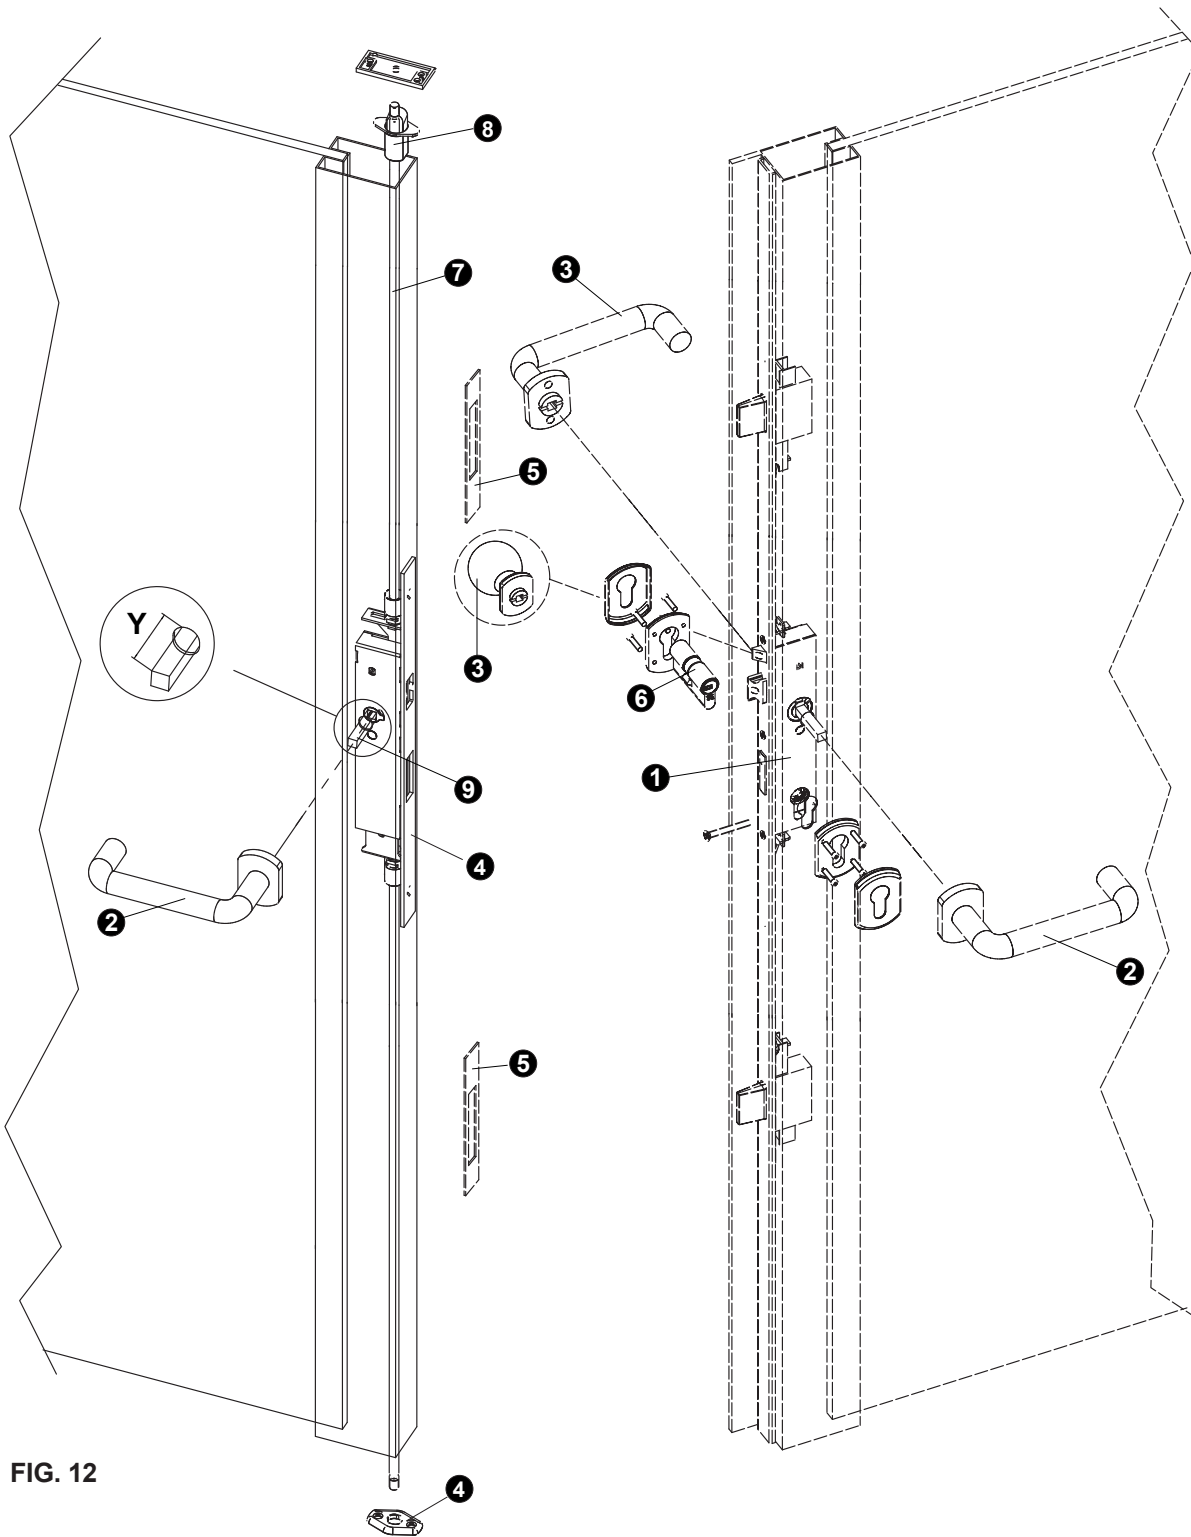

FIG. 12
Advertencia: El SISTEMA certificado según la directiva 89/106/CE, en conformidad con la Norma EN 179:2008 para las salidas de emergencia, debe estar compuesto e instalado con los artículos previstos por CISA (**Fig. 12**, tabla 12 **A**, componente **10** opcional); además, es necesario verificar que hayan sido respetadas las condiciones de regulación del punto 2 de la hoja de instrucciones de la cerradura y del punto 1a de la contracerradura.
a) Proceda a partir del punto 1a considerando que, en lugar de la barra antipánico, hay una manilla. En este caso, la cota **Y** máx. **ES DE 34 mm (32+34)** (**Fig. 12**).